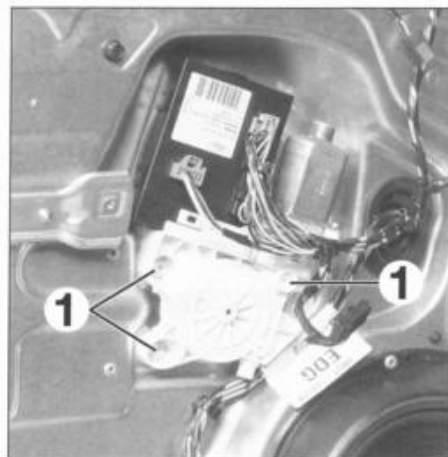

FIG. 61
- Desmontar los tres tornillos (1) (fig. 61) del motor de elevalunas.